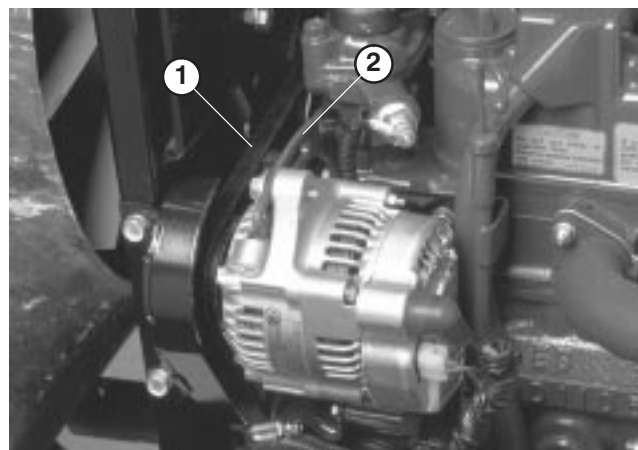

Figure 55
2. Vérifiez la tension en appliquant une force de 98 N à mi-chemin entre les poulies de vilebrequin et d'alternateur (Fig. 55). La courroie doit présenter une flèche de 11 mm. Si ce n'est pas le cas, passez au point 3. Si la tension est correcte, poursuivez l'opération.
3. Desserrez le boulon de fixation du renfort au moteur (Fig. 55) et le boulon de fixation de l'alternateur au renfort.